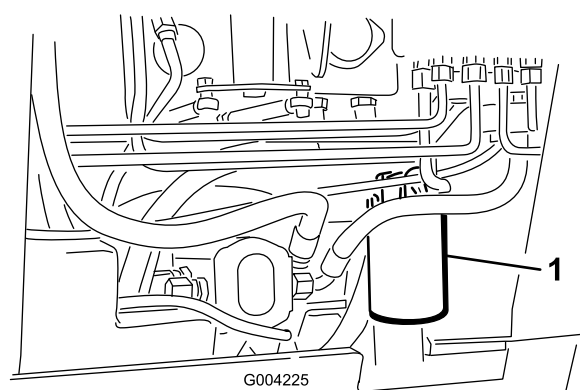

Figura 61
4. Collocate una bacinella di spurgo sotto il filtro (Figura 61).
5. Togliete il filtro usato (Figura 61) e pulite la superficie della guarnizione dell'adattatore del filtro.
7. Montate il filtro idraulico di ricambio sull'adattatore del filtro (Figura 61). Girate il filtro in senso orario finché la guarnizione di gomma non tocca l'adattatore, quindi serrate il filtro di un altro 3/4 di giro.